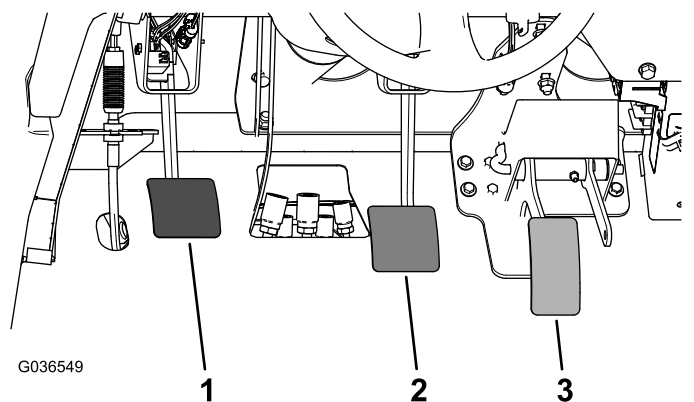

Figura 59
2. Sollevate il pedale del freno (Figura 59) fino a quando non viene a contatto con il telaio.
3. Allentate i controdadi che fissano la forcella all'albero del cilindro principale (Figura 59).